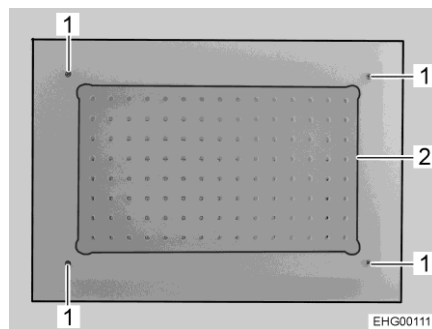

Fig. 299 Lampada a soffitto
- Svitare le 4 viti (Fig. 299,1).
- Rimuovere la lastra di vetro (Fig. 299,2) con i LED montati fissi.
- Posizionare la nuova lastra di vetro con i LED e avvitare le 4 viti (Fig. 299,1).